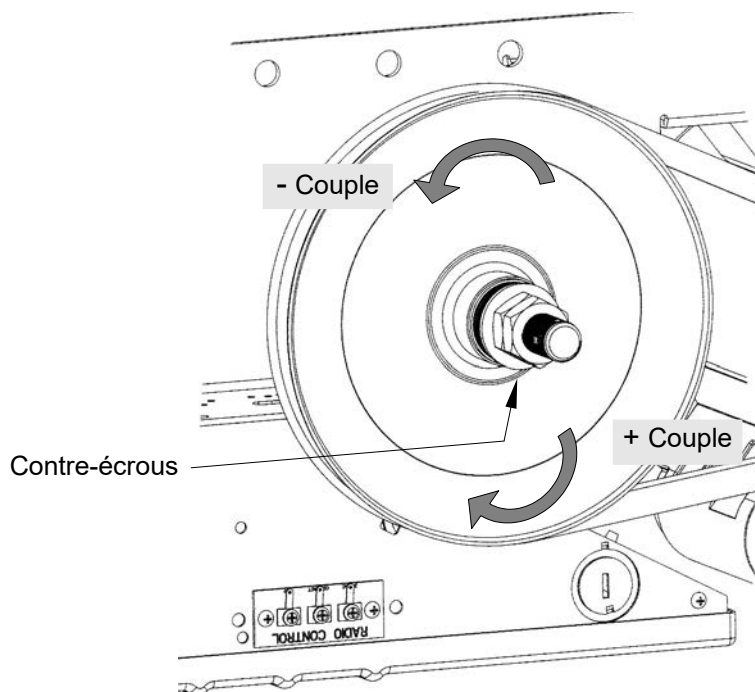

Figure 34 - Ajustement du limiteur de couple
1. Dé-serrer les contre-écrous avec deux (2) clés de 7/8", voir Figure 34.